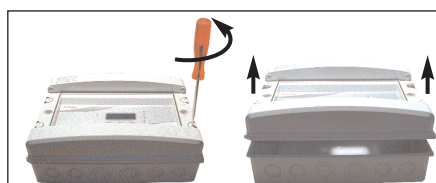

fig. 2
2. Dévisser les 4 vis à l'aide d'un tournevis plat adéquat. Oter le couvercle de son boîtier. (fig. 2)